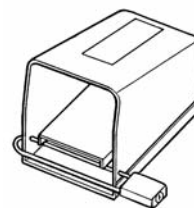

Figura 1 – Interruptor de Pie con pestillo
- Cuando no se use la máquina, bloquee el interruptor de pie con su pestillo (Figura 1). Esto evita la puesta en marcha involuntaria de la máquina.